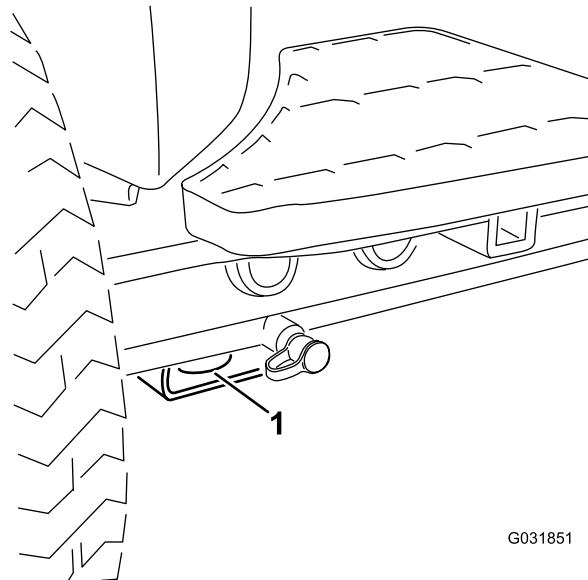

Figura 35
- **Parte delantera de la máquina** – el orificio del bloqueo rectangular, debajo del tubo del eje, al interior de cada rueda delantera (Figura 35).